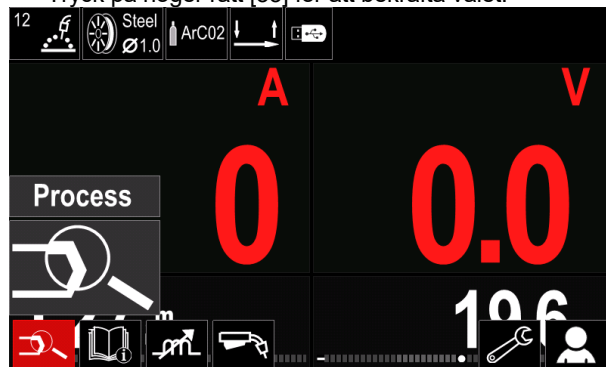

Bild 11
- Åtkomst till "Användarinställningar" (se bild 11)